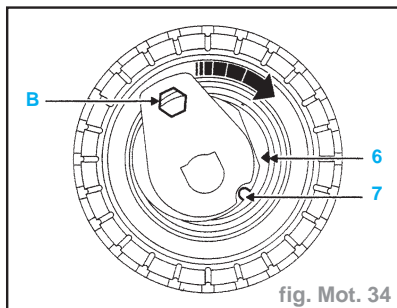

fig. Mot. 34
- Aligner les repères (6) et (7) du galet tendeur à l'aide d'une clé six pans de **6 mm** (B) (fig. Mot. 34) (ne pas tourner le galet dans le sens inverse des aiguilles d'une montre).
- Aligner le repère (6) et (7) du galet tendeur à l'aide d'une clé six pans de **6 mm** en (B) (fig. Mot. 34).